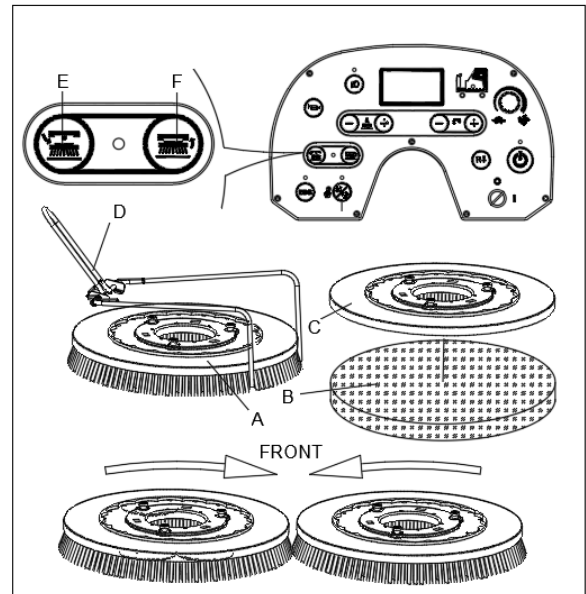

Figure 8
Installer soit la brosse (A, Figure 8) soit le support de disque (B et C, Figure 8) selon le type de sol à nettoyer.
2. Placer les brosses (A, Figure 8) ou les supports de disque (B, Figure 8) sous le plateau. Utiliser la butée d'installation de la brosse (D, Figure 8) pour faciliter la recherche de la bonne position de la brosse/du support de disque.
3. Installer la brosse/le support de disque, en appuyant sur le bouton à clic de la brosse/du support de disque (F, Figure 8) ; la brosse/le support de disque sera automatiquement installé. Le sens de rotation est indiqué (Figure 8). Le voyant LED clignotera.
1. Insérer la clé de contact (53, Figure 3) et la tourner sur « I ». S'assurer que la brosse/le support de disque est en position haute (HAUT). Retirer la brosse/le support de disque, en appuyant sur le bouton de déblocage de la brosse/du support de disque (E, Figure 8) ; la brosse/le support de disque sera automatiquement débloqué. Le voyant LED sera fixe.